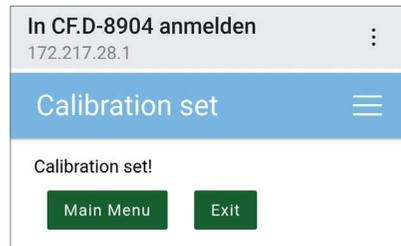

Abbildung 13: Calibration
- Damit die Leitungslänge vom System übernommen wird, muss abschließend auf den Menüpunkt „Calibration“ und das Feld „Set Calibration“ angeklickt werden (siehe Abbildung 13).